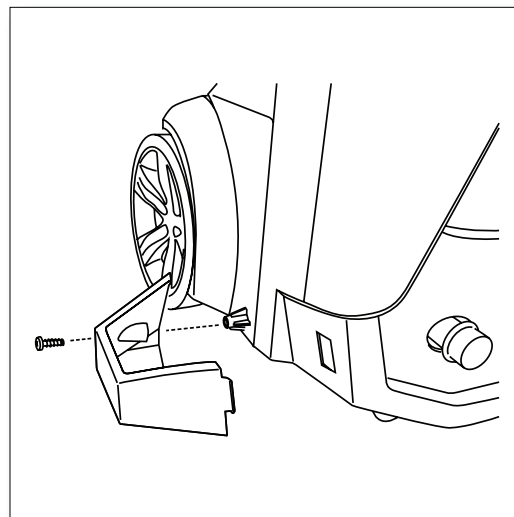

Fig. 2
- Deslice la solapa en la ranura y atornille la bandeja para la boquilla en la parte inferior de la unidad. (Fig. 2) Cuando se deje la pistola en el sujetador, la boquilla descansará en esta bandeja.